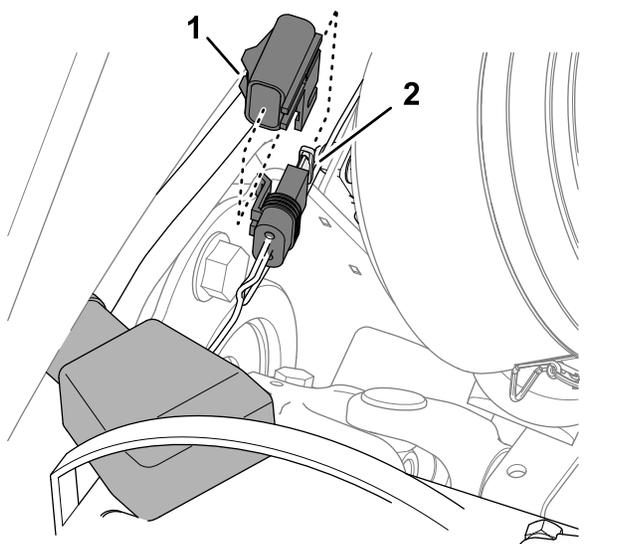

Рисунок 100
3. Найдите держатель встроенного предохранителя, который находится со стороны внутренней части машины относительно аккумулятора (Рисунок 100).